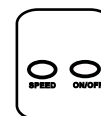

Abb.5
1. Mit der Fernbedienung: (Abb. 5)